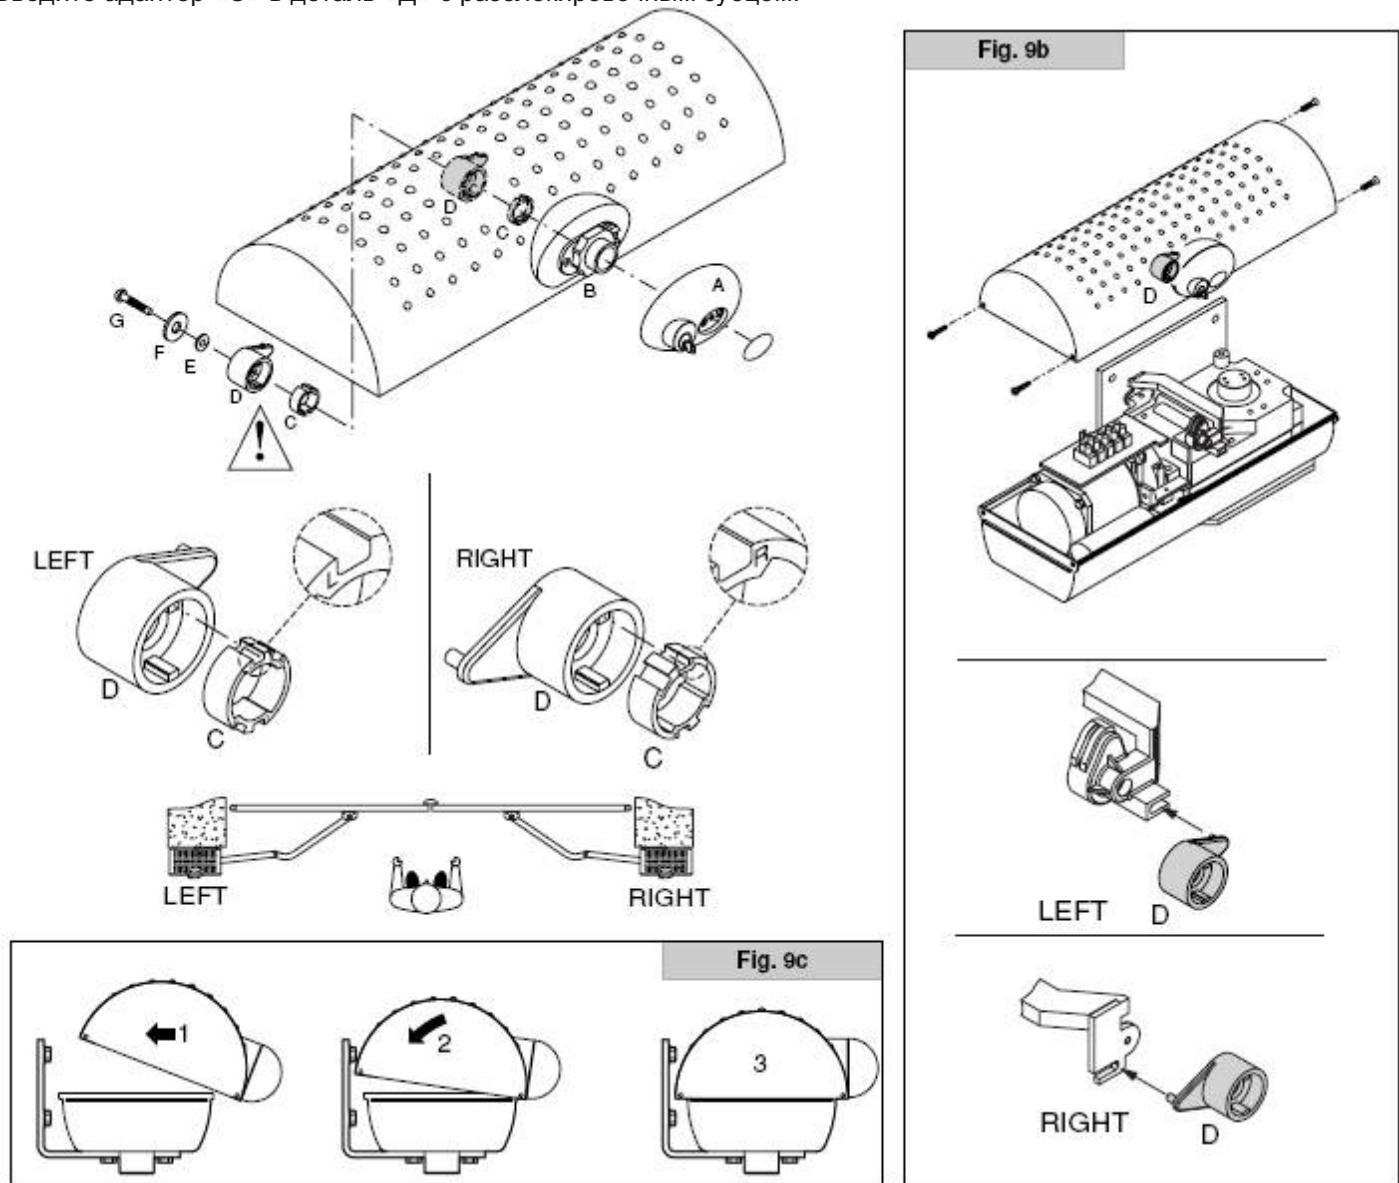

рис.9
Расположите ручку разблокировки «А», как показано на рис. 9., на детали «В», предварительно смонтированной на крышке привода.
ПРИМЕЧАНИЕ: в зависимости от левого или правого расположения двигателя, вставляйте адаптер «С» и располагайте деталь «D» как показано на рис. 9.
ПРИМЕЧАНИЕ: Зубец разблокировки детали «D» должен входить в ручку разблокировки, как показано на рис. 9б. В противном случае будет невозможно разблокировать привод.
- Убедитесь, что деталь «D» находится в горизонтальном положении (рис. 9б) и закройте крышку как показано на рис. 9с. Прежде чем подать напряжение на привод, необходимо проверить правильность работы ручки разблокировки.